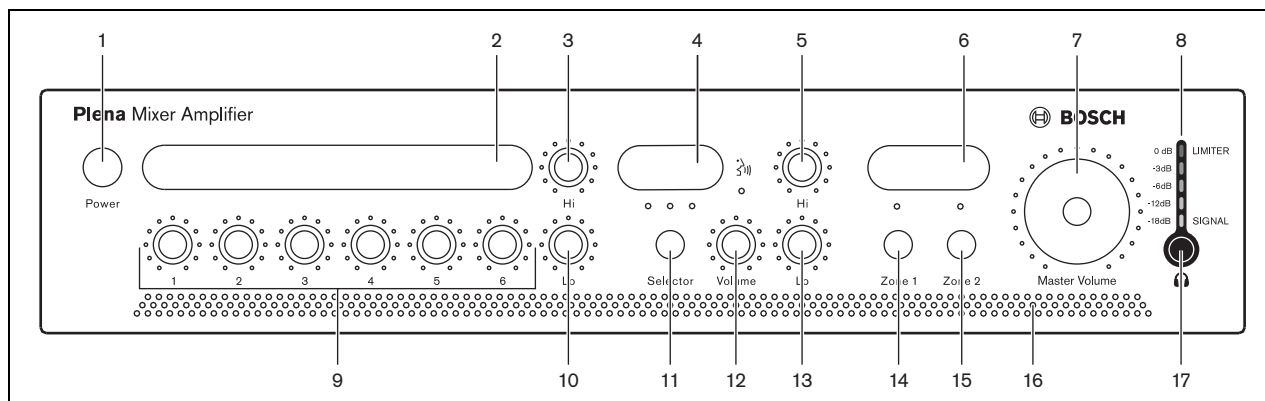

figura 5.2: Front panel
- 2 Coloque o botão power (1) na parte dianteira da unidade na posição de ligado - para dentro (consulte a figura 5.2).
Coloque o botão power (1) na parte dianteira da unidade na posição de desligado - para fora (consulte a figura 5.2).
Os utilizadores poderão criar etiquetas personalizadas para: entradas de microfone/linha, descrição das fontes de música e zonas de saída de áudio 1 e 2. Estas etiquetas podem ser afixadas no amplificador misturador nas posições números 2, 4 e 6 (consulte a figura 5.2). Poderão também ser colocados pinos coloridos em várias posições à volta dos controlos rotativos para indicar as definições preferidas para uma determinada aplicação.
Utilize os controlos de tom Hi (alto) e Lo (baixo) (consulte os figura 5.2, números 3 e 10) para alterar colectivamente o tom das entradas de microfone/linha 1 a 6.
Utilize os controlos de tom Hi (alto) e Lo (baixo) (consulte os figura 5.2, números 5 e 13) para alterar o tom da fonte de música seleccionada.